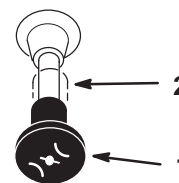

Bild 17
- Stellen Sie beim Anlassen eines kalten Motors den Chokehebel auf „Aktiv“ (Bild 17).
- Schieben Sie, nachdem der Motor angesprungen ist, den Choke langsam auf „Aus“ (Bild 17). Stellen Sie, wenn der Motor aussetzt oder unregelmäßig läuft, den Choke für ein paar Sekunden wieder zurück auf „Ein“. Stellen Sie dann den Gasbedienungshebel auf die gewünschte Stellung. Wiederholen Sie diesen Vorgang nach Bedarf.